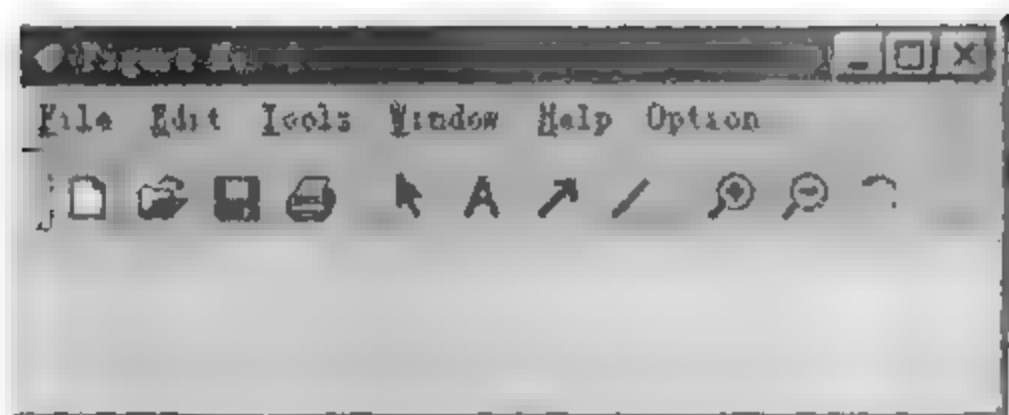

图 3-14 产生顶层菜单项 Option
(2)在 MATLAB 指令窗中运行 `exm11334 1`,得到图 3-14 所示的界面